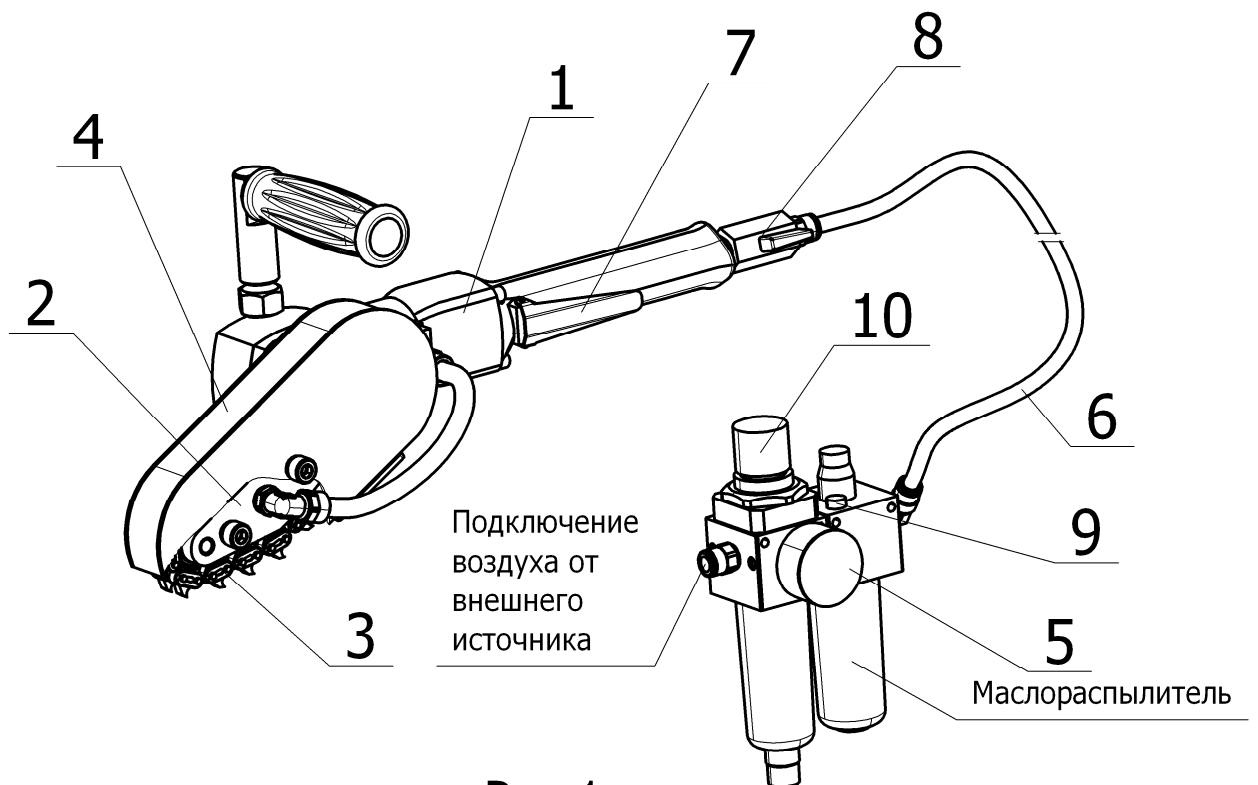

Рис.1
- пневмопривода (поз.1 рис.1)
- натяжного устройства (поз.2 рис.1)
- рабочей цепи (поз.3 рис.1)
- кожуха из нержавеющей стали (поз.4 рис.1)
- блока воздухоподготовки (поз.5 рис.1)
- пневмомагистрали, соединяющей блок воздухоподготовки с пневмоприводом (поз.6 рис.1)
- отсоединить пневмомагистраль (поз.6 рис.1) от пневмопривода;
- при нажатой пусковой клавише (поз.7 рис.1) и открытом шаровом кране(поз.8 рис.1) залить во входное воздушное отверстие пневмопривода 15...30г масла Mobil Almo 525 или его аналога;
В процессе работы, воздух, подаваемый в пневмопривод изделия, должен содержать масло Mobil Almo 525 или аналогичное в количестве 3...4 капли на куб.м. Для этого масло необходимо залить в маслораспылитель, входящий в состав блока воздухоподготовки. Интенсивность маслораспыления регулируется винтом (поз.9 рис.1).
- отрегулировать давление (маховичок (поз.10 рис.1))
- открыть кран (поз.8 рис.1)
- плавно нажать на пусковую клавишу (поз.7 рис.1)
- после выполнения рабочей операции плавно отпустить пусковую клавишу и закрыть кран (поз.8 рис.1)
-натянуть цепь, сдвинув натяжное устройство влево по рис.1